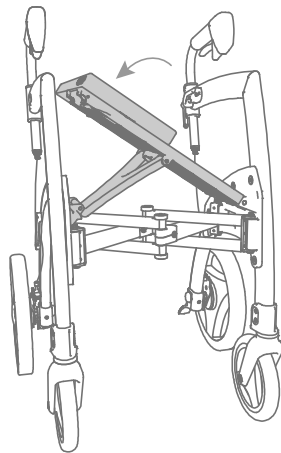

Figure 11: Poussez le siège vers le bas jusqu'à ce que vous entendiez un 'clac'.
- b. Poussez le siège vers le bas jusqu'à ce qu'il s'enclenche en place. Important: le siège n'est pas fixé tant que vous ne l'avez pas clairement entendu 'cliquer' (**Figure 11**).